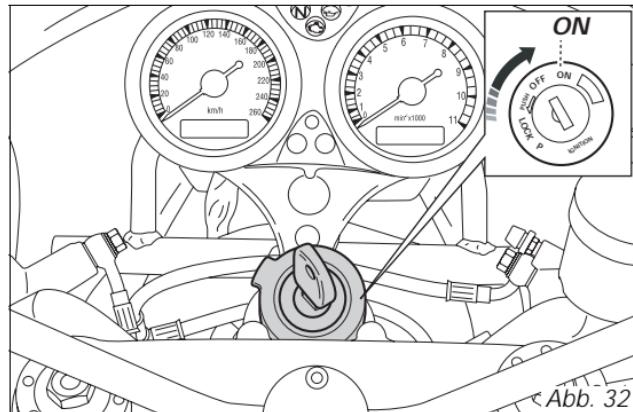

Abb. 32
- 1) Den Zündschalter auf die Angabe **ON** (Abb. 32) drehen. Überprüfen, ob die grüne Kontrollleuchte **N** und die rote Kontrollleuchte  am Cockpit aufleuchten.